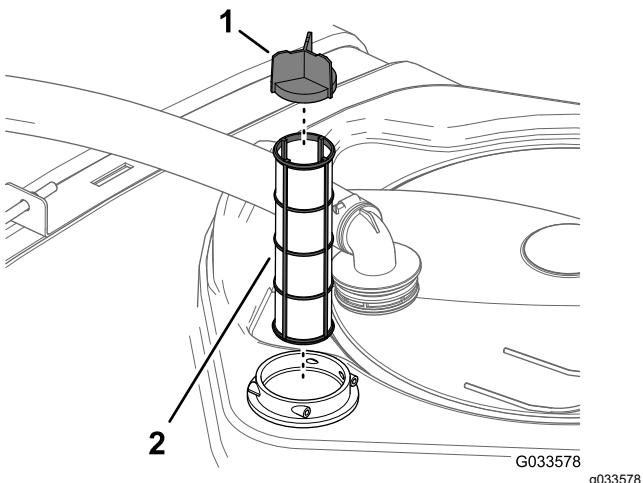

Figure 43
4. Sortez la crêpine d'aspiration du logement du filtre dans le réservoir (Figure 43).